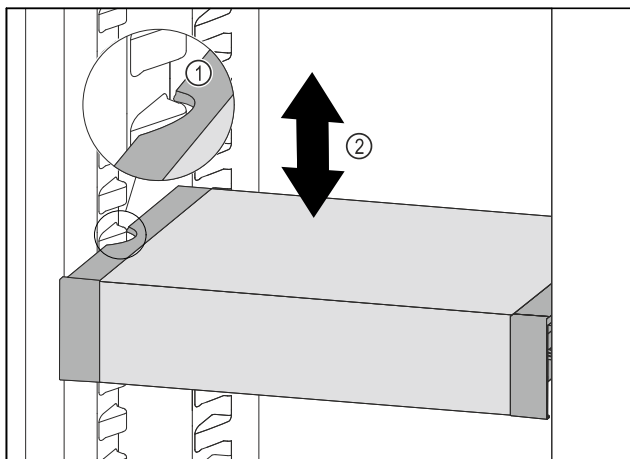

Fig. 194
- ▶ VarioSafe nach vorne ziehen, bis sich die seitlichen Aussparungen des VarioSafes auf Höhe der Behälterrippe im Kühlteil befinden. Fig. 194 (1)
- ▶ VarioSafe im Kühlteil nach oben oder unten bewegen, bis gewünschte Höhe erreicht ist. Fig. 194 (2)